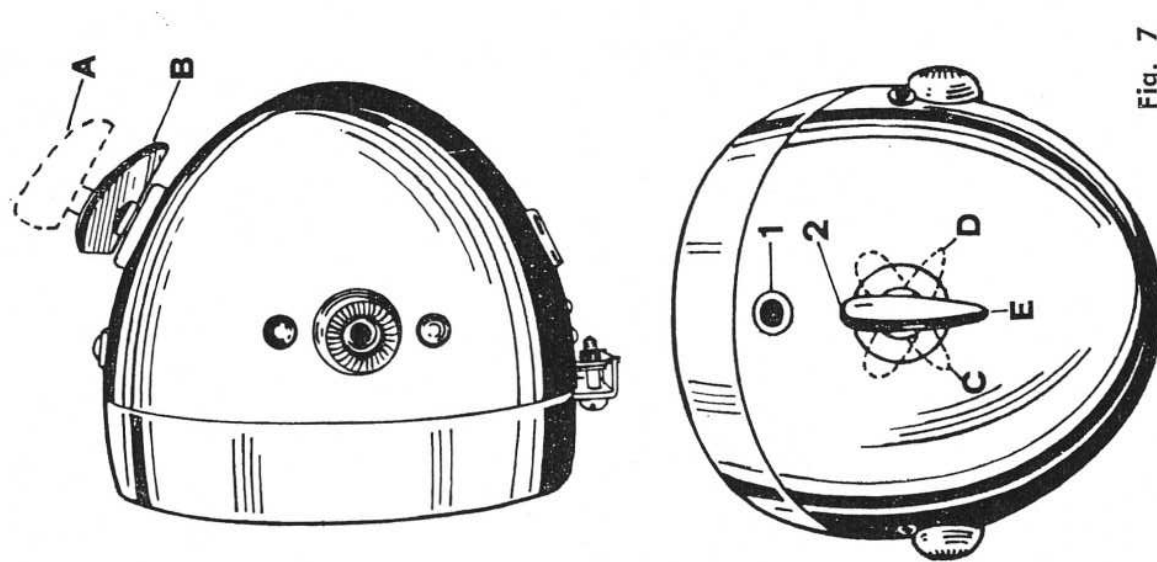
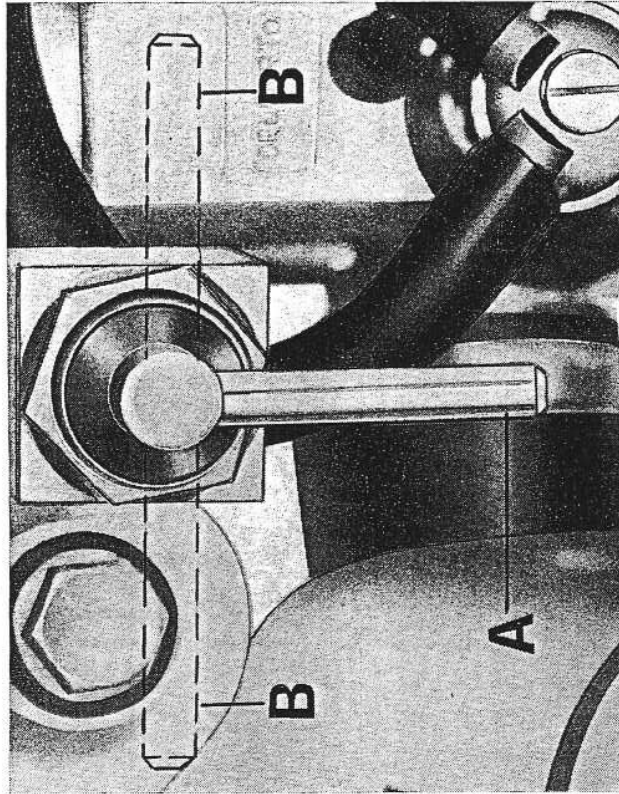

Fig. 7
Fig. 9
Faro anteriore (ved. fig. 7)
(ved. fig. 9)
- la chiave sul faro sia in posizione di marcia (vedere B di fig. 7);
- il rubinetto benzina sia aperto (vedere A di fig. 9);
Chiudere la manopola comando gas (girata in avanti), tirare a fondo la leva della frizione e passare in posizione di folle, alzare la chiave sul faro portandola in posizione di arresto (vedere A di fig. 7) e chiudere il rubinetto della benzina portandolo in posizione di chiuso (B di fig. 9).